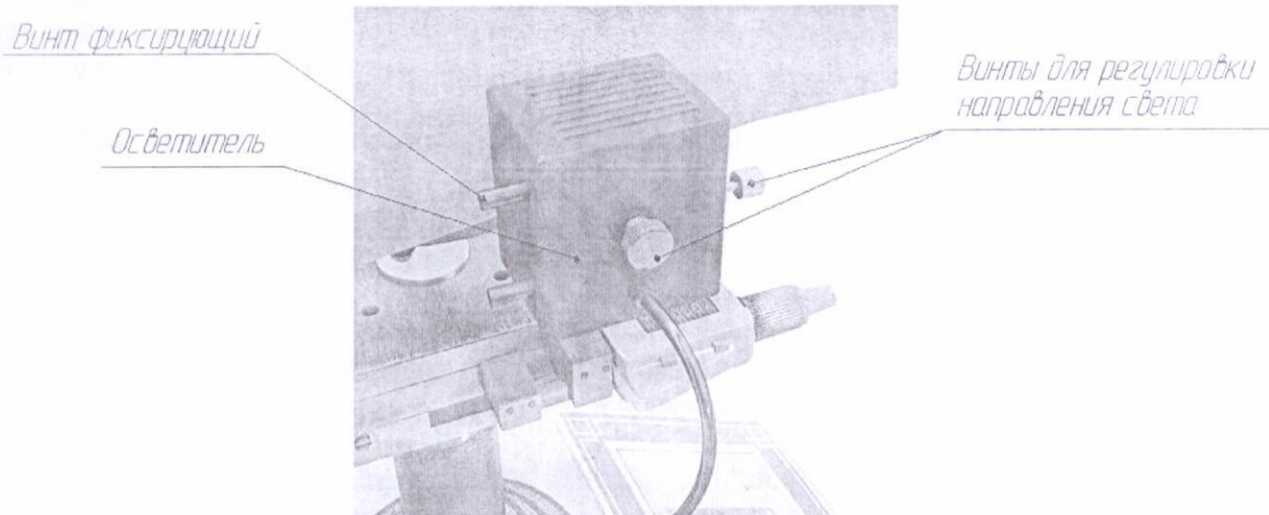

Рисунок 7.3 – Осветитель
7.11.1 Для проведения измерений необходимо подключить осветитель (Рисунок 7.3) при помощи кабеля.